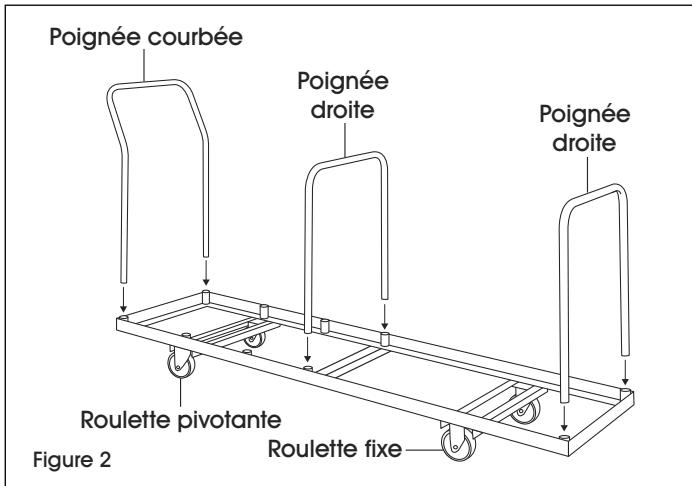

Figure 2
- Insérez la poignée courbée dans les emboîtures situées à l'extrémité du cadre de socle roulant où se trouvent les roulettes pivotantes. (Voir Figure 2)
- Insérez une poignée droite dans les emboîtures de l'autre extrémité du cadre de socle roulant. (Voir Figure 2)
- Empilez la quantité désirée de chaises sur le socle roulant et placez la deuxième poignée droite dans les emboîtures correspondant le mieux à la quantité de chaises empilées. Ces emboîtures sont situées à des intervalles définis sur le cadre de socle roulant. (Voir Figure 2)